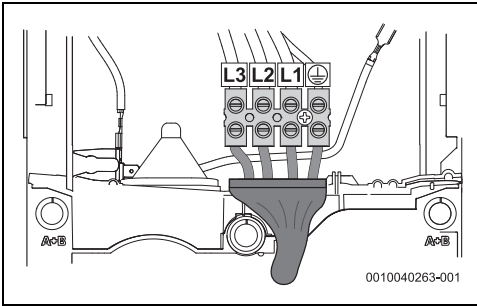

Bild 38 Anschluss unten für kurze Kabel
- Anschluss unten für kurze Kabel (Abb. 38)